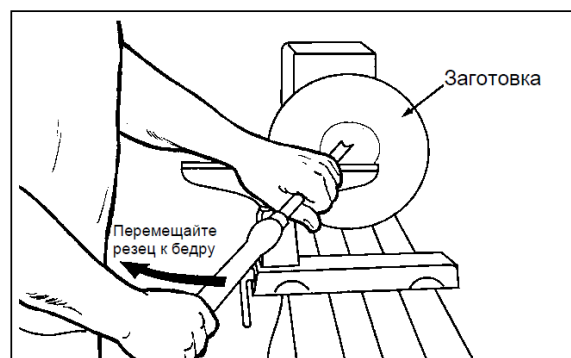

Рисунок 10-11
- 6.левой рукой контролируйте режущий край резца, в то время как правая рука подтягивает ручку инструмента по направлению к туловищу (Рис. 10-11). Для получения гладкой изогнутой поверхности желобок резца должен двигаться от вершины наружного края чаши, поворачиваясь кверху так, чтобы смещаться вглубь чаши. По мере заглабления резца в заготовку постепенно поворачивайте его к краю. Возможно, после углубления заготовки подручник придется повернуть.